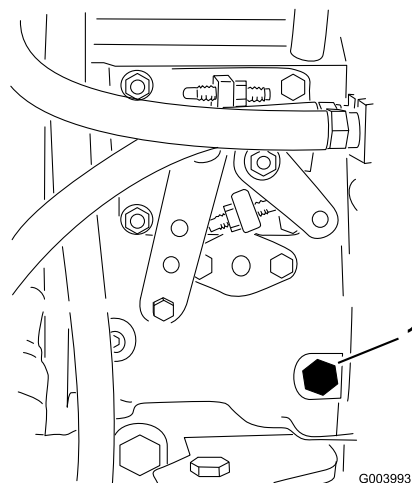

Figura 36
- Desaperte o parafuso de drenagem que se encontra na bomba de injeção de combustível (Figura 36) com uma chave de 12 mm.